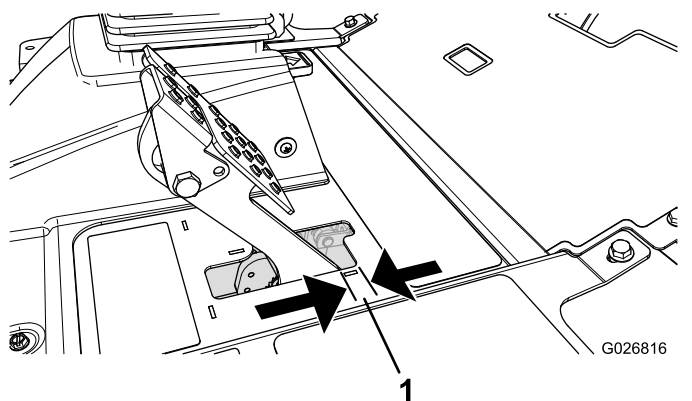

Figura 94
Ajuste los frenos si el pedal de freno tiene más de 2,5 cm de holgura, o cuando se necesite más fuerza para frenar (Figura 94). La holgura es la distancia que recorre el pedal de freno antes de notarse una resistencia de frenado.
2. Apriete la tuerca trasera para mover el cable hacia atrás hasta que los pedales de freno tengan una holgura de 0,63 a 1,27 cm antes de que se bloquee la rueda (Figura 94).